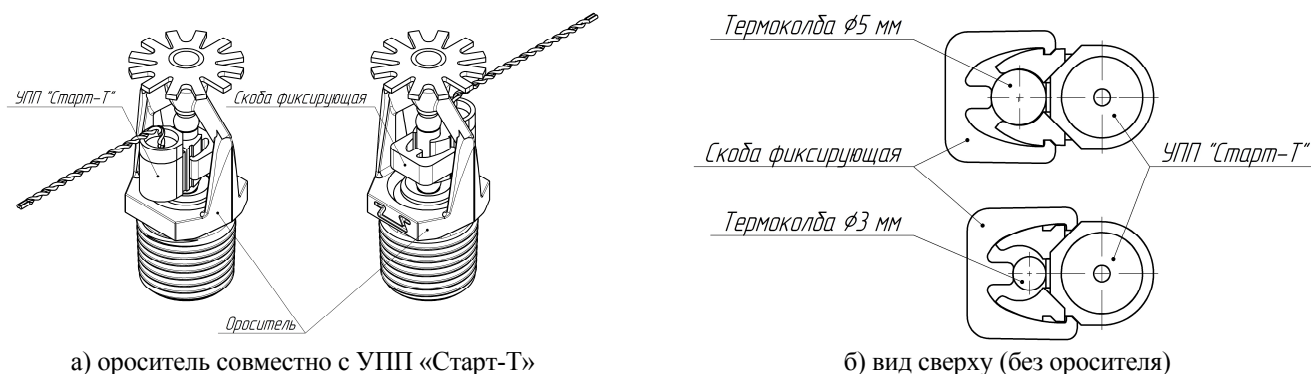

Рисунок 1 – Схема установки УПП «Старт-Т» на спринклерный ороситель
4.3 После монтажа оросителя на трубопровод защелкнуть УПП «Старт-Т» на колбе оросителя и установить фиксирующую скобу до упора на первом или втором положении фиксатора в зависимости от диаметра колбы (см. рисунок 1). Провода должны быть выведены в сторону от оросителя.